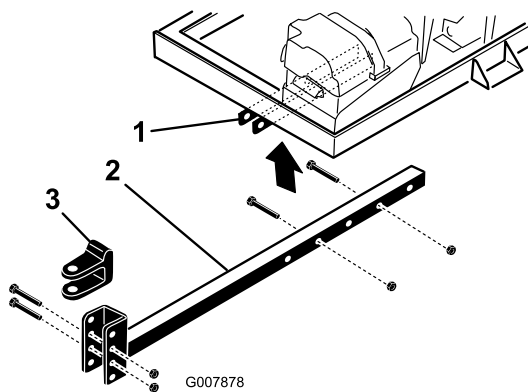

Figura 4
2. Introduzca la barra del enganche en los soportes del bastidor (Figura 4). Sujete la barra al bastidor con 2 pernos ($\frac{3}{8}$ " x 3") y tuercas con arandela prensada ($\frac{3}{8}$ " y apriete las fijaciones a 40 N·m (30 pies-libra).
- Retire los pernos y las contratuercas que fijan la horquilla de enganche a la barra de enganche (Figura 4).
- Retire los pernos y tuercas que sujetan la barra de enganche a los soportes del bastidor (Figura 4).